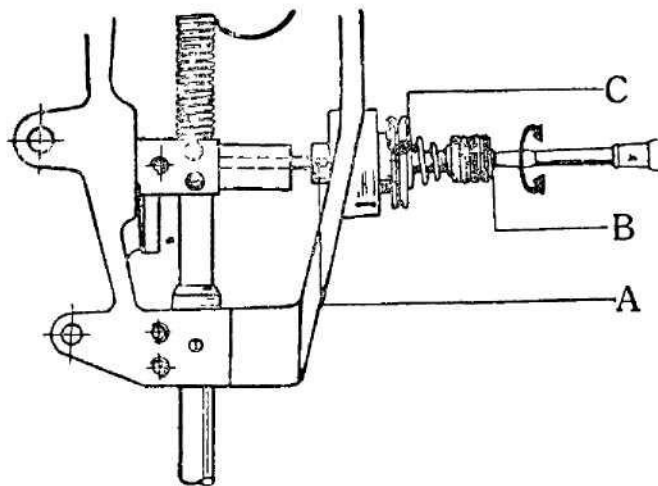

Рис. 23
5.1.1 Регулировка натяжения нитепритягательной пружины (рис. 23)